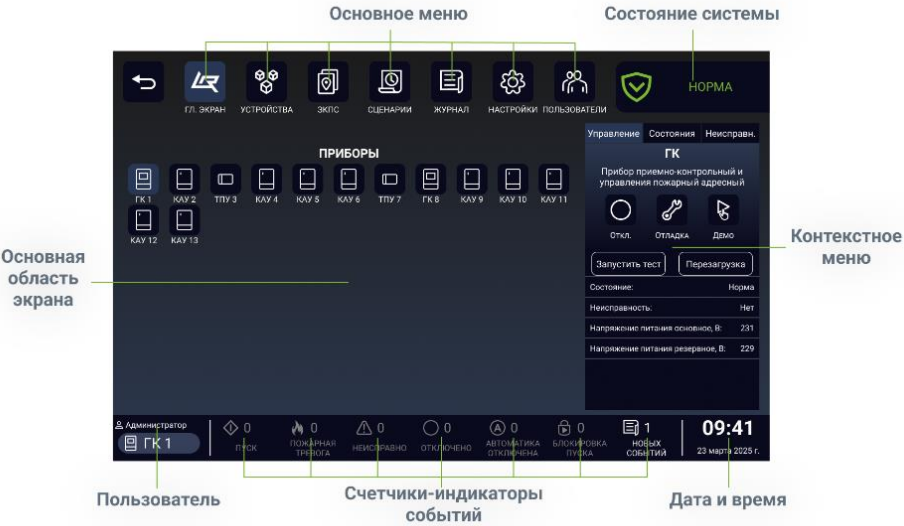

Рисунок 4
5.2 Пользовательский интерфейс сенсорного экрана состоит из следующих элементов: основное меню, состояние системы, основная (рабочая) область экрана, контекстное меню, счетчики-индикаторы событий, дата и время (рисунок 4).